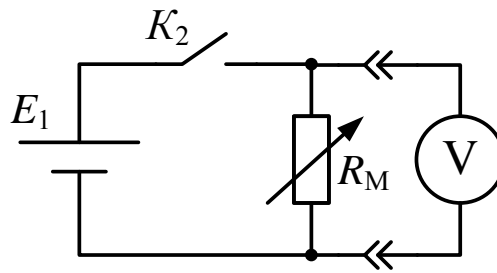

Рис. 3.4
1.5. Соберите схему, приведенную на рис. 3.4. Ключ K_2 установите в разомкнутое положение (рычажок вниз). В качестве вольтметра используйте мультиметр, установленный на предел «20 V». На магазине сопротивлений установите значение $R_0 = 900$ Ом.